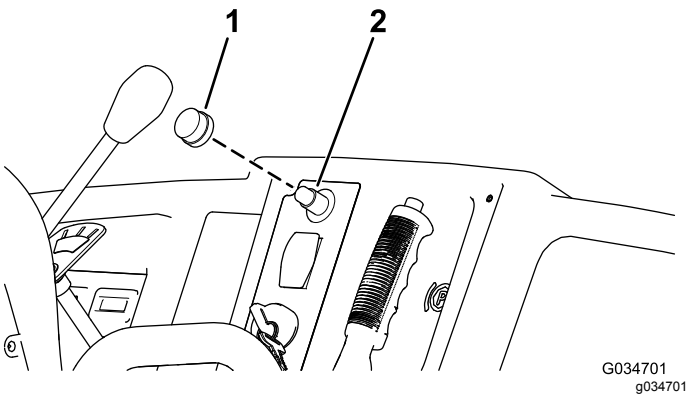

图 6
3. 将橡胶按钮安装到喇叭开关**图 6**。
3. 将橡胶按钮安装到喇叭开关图 6。